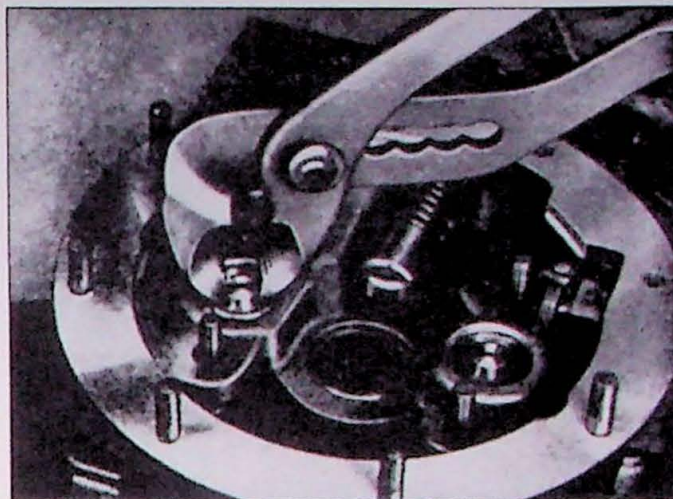

Fig. 7.6. Demontage van de zuiger
2. Buig de kanten van de borgring neer en verwijder de moeren van de drukplaat voor de zuigers. Verwijder de zuigers met behulp van een tang (Fig. 7.6).